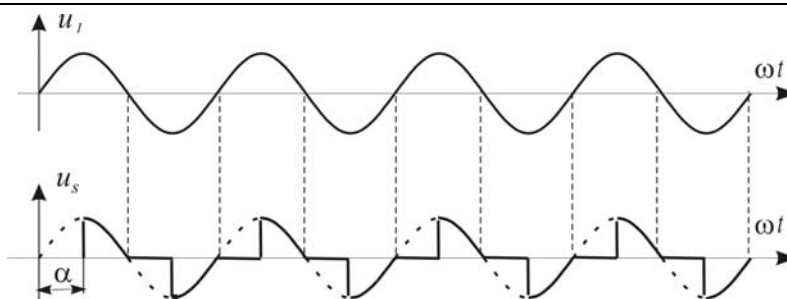

Fig. 4.12. Reglaj continuu al puterii.
- Se poate realiza un unghi de comandă  $\alpha$  variabil pentru fiecare semiperioadă (fig.4.12).